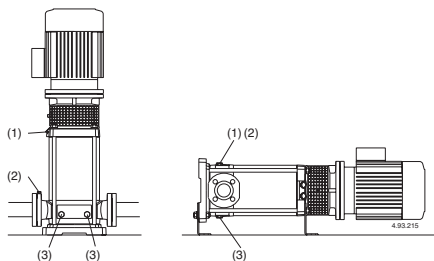

Fig. 4 (1) Riempimento e sfiatione
Con la **pompa sopra il livello dell'acqua** da sollevare (funzionamento in aspirazione, **fig. 3A**) o con un battente insufficiente (inferiore a 1 m) per aprire la valvola di non ritorno, riempire il tubo aspirante e la pompa attraverso l'apposito foro (1) (**fig. 4**).
Con il **livello dell'acqua in aspirazione sopra la pompa** (funzionamento sotto battente, **fig. 3B**) riempire la pompa aprendo lentamente e completamente la saracinesca nel tubo di arrivo, tenendo aperta la saracinesca in mandata ed i fori di sfiatione (**fig. 4**) per fare uscire l'aria.
Chiudere i fori di sfiatione (**fig. 4**), per le pompe MXV-B, MXV(L) 25-32-40 e MXV(L) 4 25-32-40 serrare la vite a spillo (14.17) nel tappo di scarico (14.12) (**fig. 4b**) e chiudere il foro di sfiatione (14.04).
Se si verifica una perdita di adescamento (interruzione del flusso di mandata, nonostante le saracinesche siano aperte) o se si nota una oscillazione della pressione indicata dal manometro, ripetere lo sfiatione dal lato aspirazione, verificare che tutte le giunzioni del tubo aspirante siano a perfetta tenuta e serrare il tappo di sfiatione ed i tappi di scarico sul lato aspirazione (**fig. 4**).
Possibilmente, come nel caso di impieghi temporanei con liquidi sporchi, fare funzionare brevemente la pompa con acqua pulita per rimuovere i depositi. Oppure, dopo lo svuotamento, eseguire un lavaggio immettendo acqua pulita (almeno 40 litri) nel foro di riempimento (1) lato mandata e lasciandola uscire dal foro di scarico (3) lato aspirazione (**fig. 4**).
Prima dello smontaggio scollegare il cavo dalla scatola morsetti, chiudere le saracinesche in aspirazione e mandata e svuotare il corpo pompa (**fig. 4**).